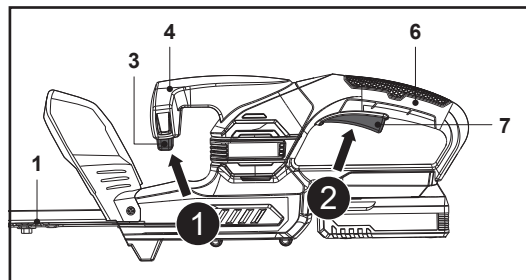

Fig. 6
1. Asegúrese de que el dispositivo de corte (hoja) (1) no entre en contacto con ningún objeto. Retire la cubierta de la hoja (11) del dispositivo de corte (hoja) (1) antes de encender el producto.
2. Sostenga el producto con una mano en la empuñadura delantera (4) y la otra en la empuñadura trasera (6).
3. Mantenga presionado el interruptor de seguridad (3) (Fig. 6, paso 1).
4. Presione el interruptor de encendido/apagado (7) para encender el producto (Fig. 6, paso 2).
5. Suelte el interruptor de encendido/apagado (7) o el interruptor de seguridad (3) para apagar el producto.